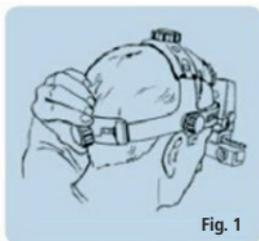
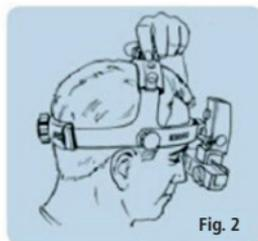

Fig. 1
Fig. 2
Ajuste el tamaño (A) fig.1 y la altura (B) fig.2, de modo que el instrumento esté apoyado cómodamente alrededor de, y en la parte superior de la cabeza.